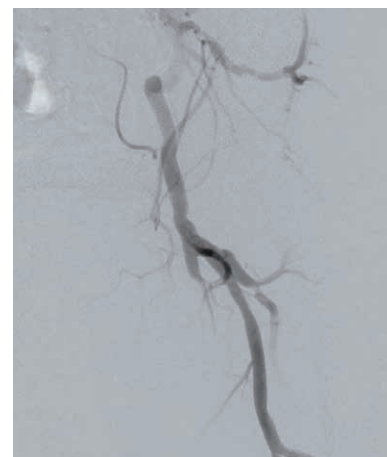
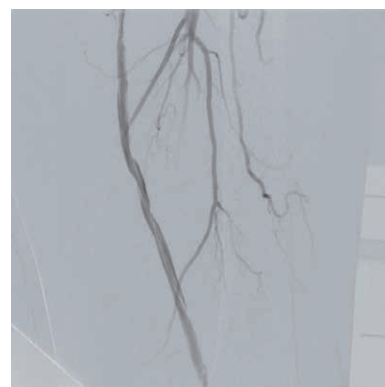
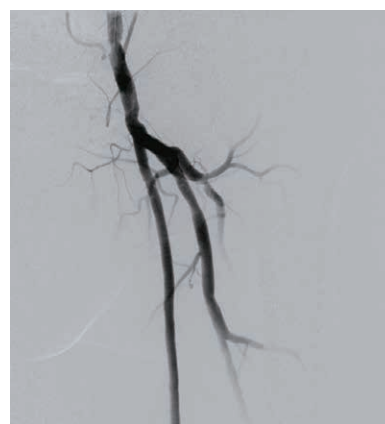

図1 術前
図2 前拡張後 病変部
図3 最終造影
当症例は、20 cmを超える浅大腿動脈長区域病変（図1）である。一般的に、バルーンでの拡張後の解離が修復できなかったり、プラークの圧着が不十分な場合には、stentなどのスキャフォールドが必要になる。治療当時はベアメタルstentの成績も期待が持てず、薬剤溶出型stent（DES）の成績も未知数であったが、バイアバーン® stentグラフトに関しては、唯一20 cm以上の病変長でも適応があり、25 cmまでの長区間病変での成績^{1,2}も発表されているので、成績に期待が持てた。
当院では、通常IVUSと造影で閉塞部両端のプラークの少ない健常部と思われる部分をマーキングし、ヘルシーランディングのポイントをIVUSを用いて確認している。この時、メジャーを貼って位置確認に使用すると位置のずれを気にせず作業できる。当症例では、コラテ（図1矢印①）を温存しながら、ヘルシーランディングを行う戦略とし、前拡張を行うこととした。また、IVUSで計測された血管径から至適と思われるサイズ（遠位健常部の血管径が一つの目安になる）のバルーンにて前拡張を行うことにしており、バルーンの径サイズは遠位健常部の血管径に合わせると余計な解離なく拡張できると考え、また、バイアバーン® ステントグラフトを使用する場合には、5 mm 以上のバルーンサイズで拡張できるか検討することになっている。さらに、200–300 mm 長のロングバルーンで1–2回の長時間拡張（当院では3–5分）を行うと期待する拡張が得られやすいと考えており、当症例では、径6.0/長300 mm セミコンプライアントバルーンで前拡張を行った。
前拡張後の造影で温存したいコラテ部分に解離が認められ（図2）、また、IVUSでヘルシーランディングが可能な位置を確認したところ、遠位部のコラテ（図1矢印②）を温存してヘルシーランディングができることを確認できた。さらにIVUSで血管径を確認し、同等サイズのバイアバーン® ステントグラフトを留置した。バイアバーン® ステントグラフトが展開し始めた後、展開ラインをゆっくり連続した動作で引くようにするとバイアバーン® ステントグラフトの位置がずれることなく留置することが可能であった。その後、バイアバーン® ステントグラフト全長を同径のバルーンで高圧後拡張してIVUSでバイアバーン® ステントグラフトが充分拡張されていることを確認し、手技を終了した。（図3）